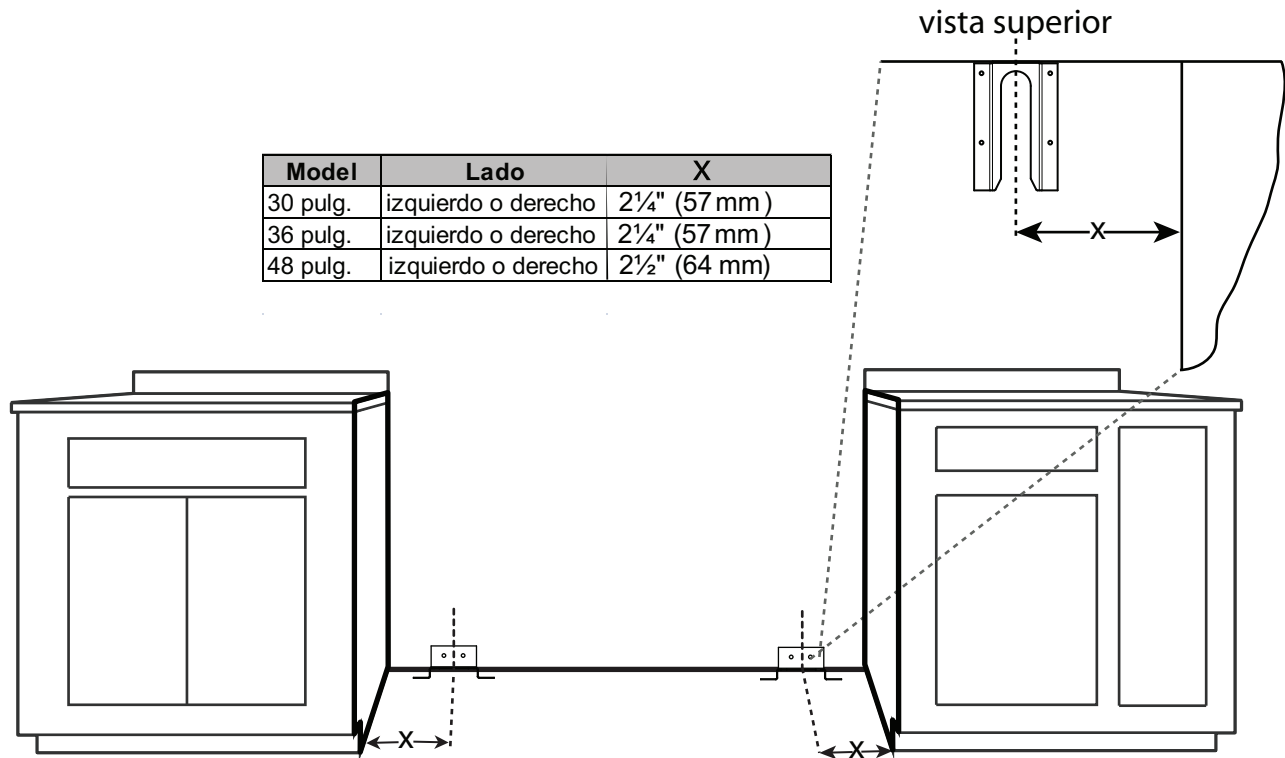

Figura 7: Colocación del dispositivo antivolcadura
1. Coloque el soporte sobre el piso en la posición indicada en la *Figura 7*.
2. Fíjelo al suelo y a un travesaño con los (4) tornillos estrella de 1,5 pulg. (38 mm) proporcionados.